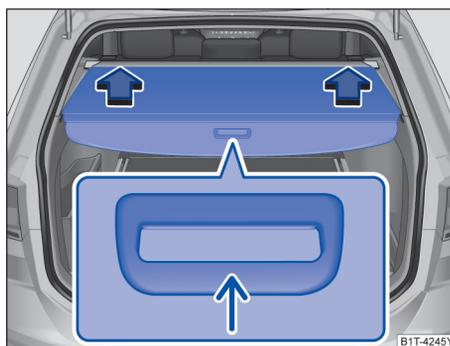

图 202 在行李厢中：已关闭的行李厢盖板
- 抓住把手→图 202（小箭头），向后拉动盖板并挂入侧面固定槽中。